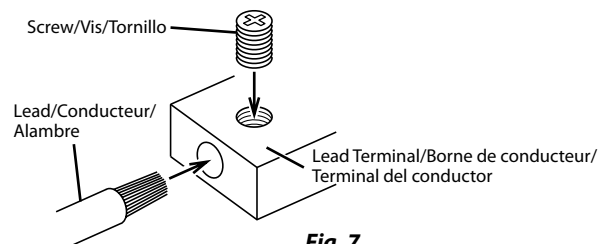

Fig. 7
3. Secure the wire lead using the screw (included) of the Lead Terminal. (Fig. 7)
3. Fixez le conducteur avec la vis (fournie) de la borne de raccordement. (Fig. 7)
3. Fije el cable con el tornillo (incluido) del terminal del cable. (Fig. 7)